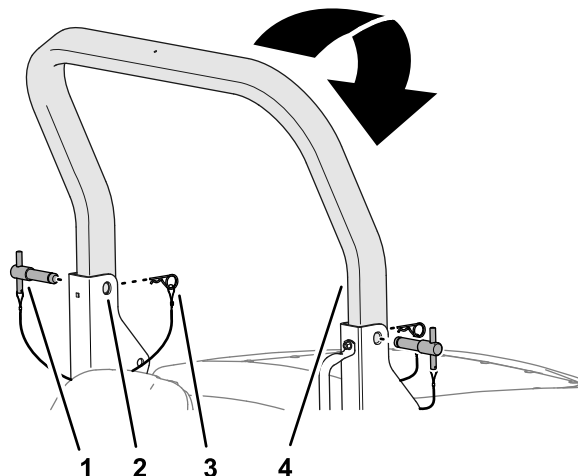

Figura 26
2. Retire las chavetas de los pasadores de la barra antivuelco en los soportes de giro del bastidor de la barra antivuelco inferior (Figura 26).
3. Mientras sostiene el peso de la barra antivuelco superior, retire los pasadores de la barra antivuelco de los soportes de giro (Figura 26).